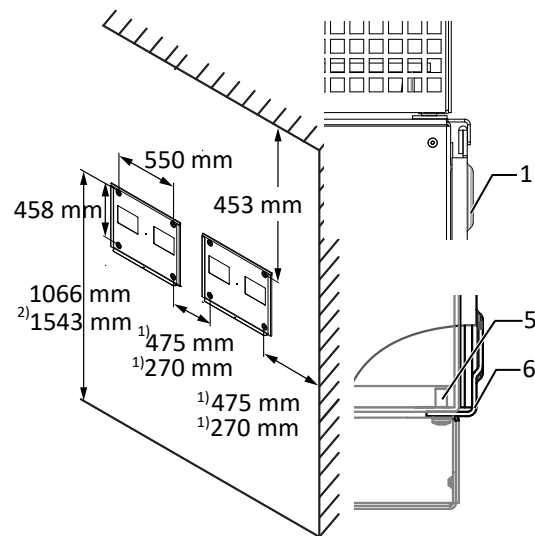

Abb. 12: Wandmontage
- Mindestabstände bei der Montage: [Siehe Abbildung 12 [► Seite 18]
2. Gerät über den Winkel zur Aufhängung in die obere Halterung einführen. Gerät vollständig auf den unteren Winkel aufsetzen, sodass Gerät bündig mit der Rückseite an der Halterung anliegt ( [Siehe Abbildung 12 [▶ Seite 18]]).